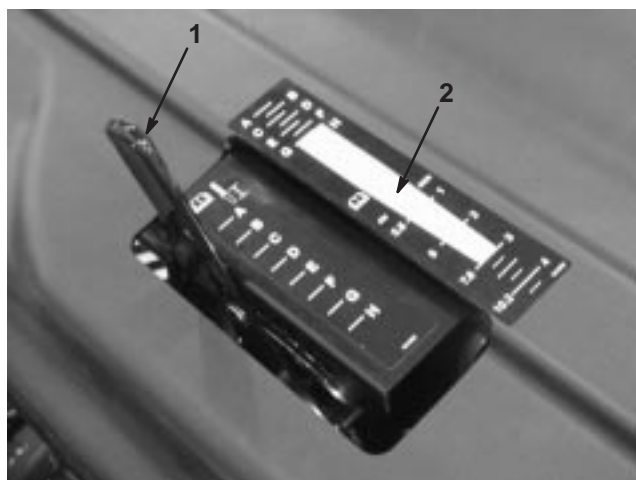

Bild 28
2. Legen Sie den Stachel auf das Stacheltiefenschild (Bild 28). Richten Sie ein Ende mit der gewünschten Aerifiziertiefe aus (siehe das Stacheloverlay auf dem Schild).